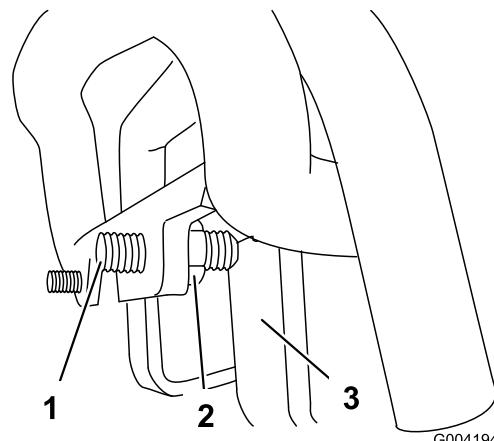

Bild 52
3. Falls die Zugmaschine nach **links** zieht, lockern Sie die **rechte** Klemmmutter und stellen Sie die Spurweiten-Sellschrauben vorne am Fahrantrieb ein (Bild 52).
4. Falls die Zugmaschine nach **rechts** zieht, lockern Sie die **linke** Klemmmutter und stellen Sie die Spurweiten-Sellschrauben vorne am Fahrantrieb ein (Bild 52).